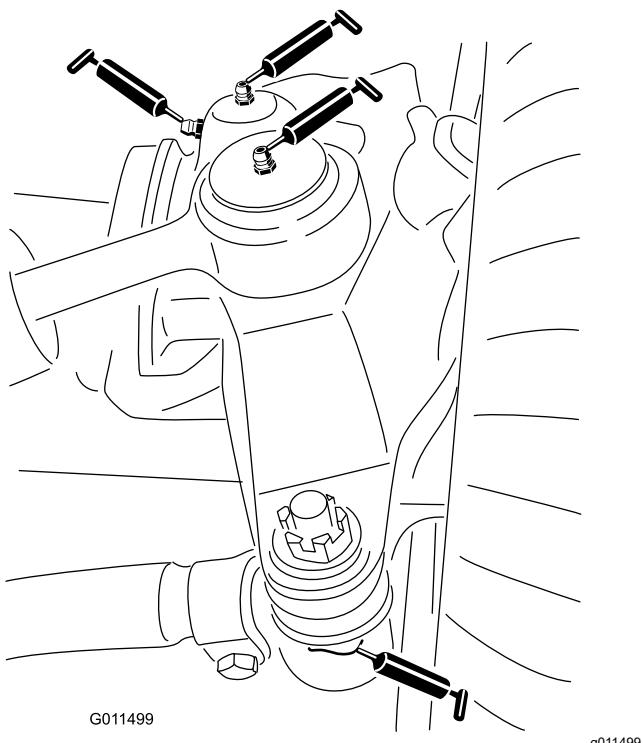

Bild 47
- Zwei Lenkzylinder-Kugelgelenke (Bild 47)
- Zwei Spurstangen-Kugelgelenke (Bild 47)
- Zwei Achsschenkelbüchsen (Bild 47).